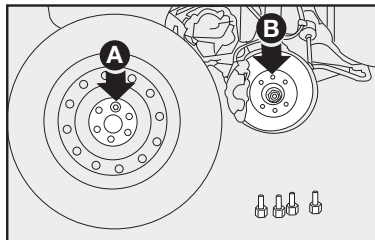

fig. 5
7) Montar a roda sobressalente, encaixando os furos **A-fig. 5** com os respectivos pinos **B**;